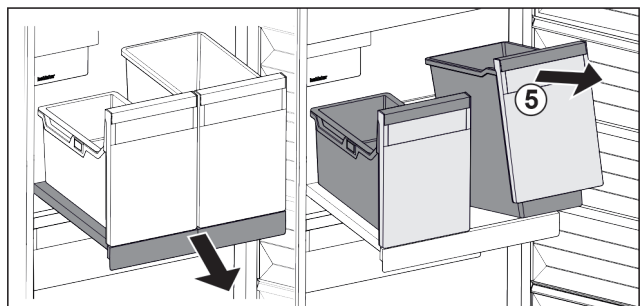

Fig. 118
- ▶ Soulever les bacs Fig. 118 (5) par l'avant.